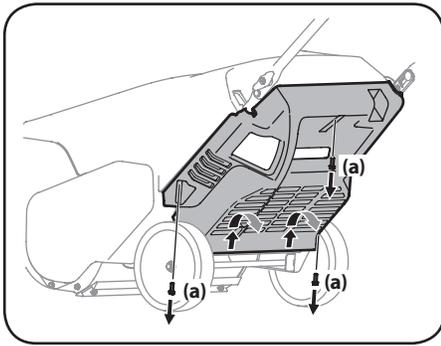

Figure 4-1
- Retirez les trois vis (a) qui retiennent le panneau inférieur. Pour enlever le panneau inférieur, soulevez le panneau de façon à ce que les pattes au bas du panneau sortent des encoches, puis tirez sur le panneau. Voir Figure 4-1.